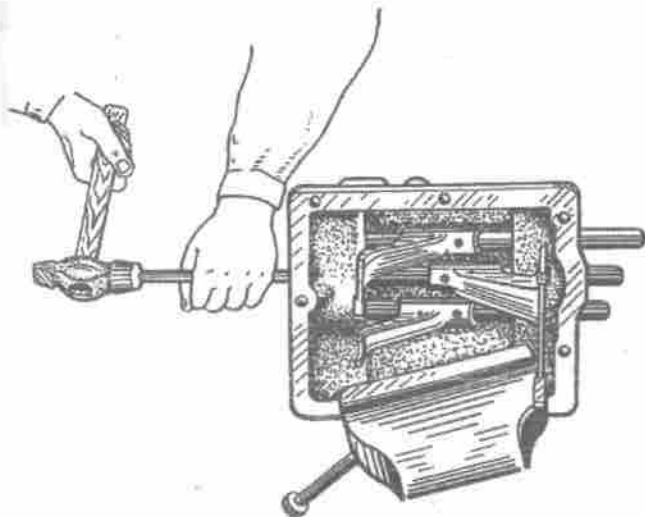

Bild 95. Austreiben der Schaltschienenengabel
4. Schaltschienen über die Bohrungen im Deckel, von denen die Blindflansche entfernt wurden, austreiben und gleichzeitig Schaltgabeln abnehmen (Bild 95). Beim Austreiben der Schaltschienen für 3., 4. und Rückwärtsgang achte man darauf, daß die Arretierkugel nicht verloren geht, die von der Feder herausgeworfen wird.